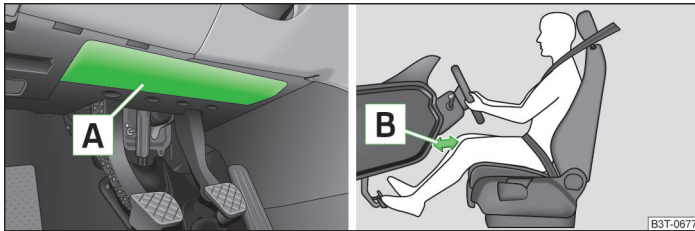

Fig. 151 Airbag de rodillas para el conductor bajo la columna de dirección
El airbag de rodillas para el conductor **A** está colocado en la parte inferior del tablero de instrumentos, bajo la columna de dirección » fig. 151.
- Ajustar el asiento del conductor longitudinalmente de forma que la distancia de las piernas **B** hasta el tablero de instrumentos en la zona del airbag para las rodillas sea al menos de 10 cm » fig. 151. En caso de que no sea posible cumplir esta condición debido al tamaño del cuerpo, se debe acudir a un taller especializado.